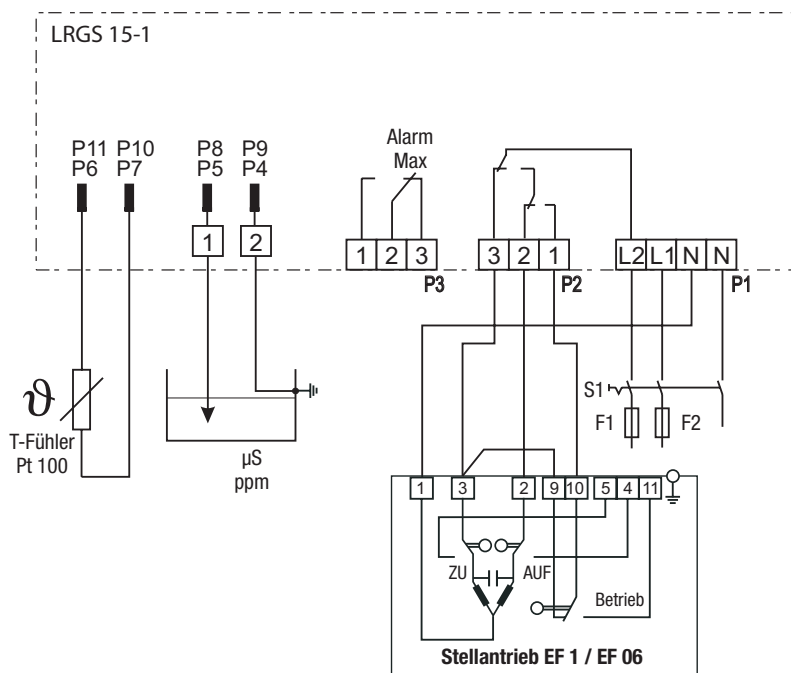

Fig. 8
5. Elektrodenleitungen gemäß Anschlussplan **Fig. 8** auf die Steckfahnen stecken.